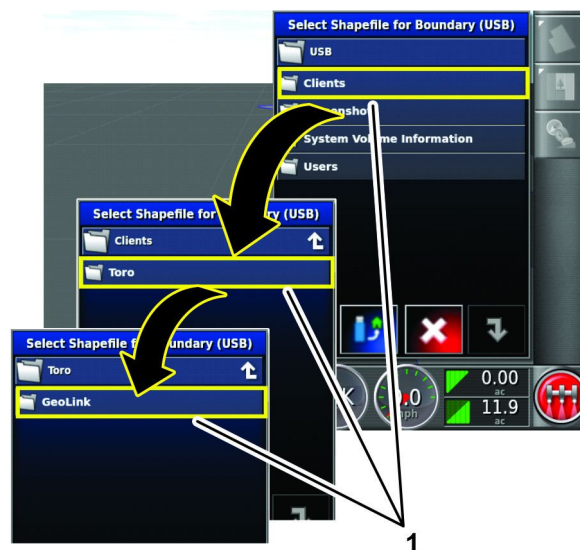

Figura 75
7. Presione los iconos de directorio para navegar al directorio de GeoLink (Figura 75).